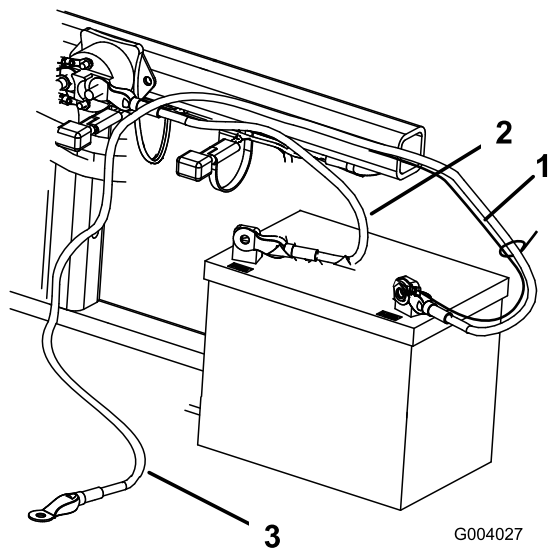

图 5
2. 用螺栓 ¼ x ⅝ 英寸和锁紧螺母将正极接线红色固定到正极+端子图 5。
3. 用螺栓 $\frac{1}{4} \times \frac{5}{8}$ 英寸和锁紧螺母 $\frac{1}{4}$ 英寸将小黑色接线和负极接线黑色固定到电池的负极-端子图 5。